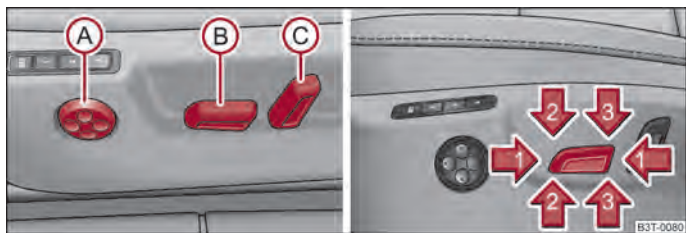

Abb. 57 Seitenansicht: Bedienelemente zum Sitz einstellen / Sitzeinstellschalter
- Drücken Sie den Schalter **(B)** ⇒ Abb. 57 nach vorn bzw. nach hinten in Pfeilrichtung **(1)**.